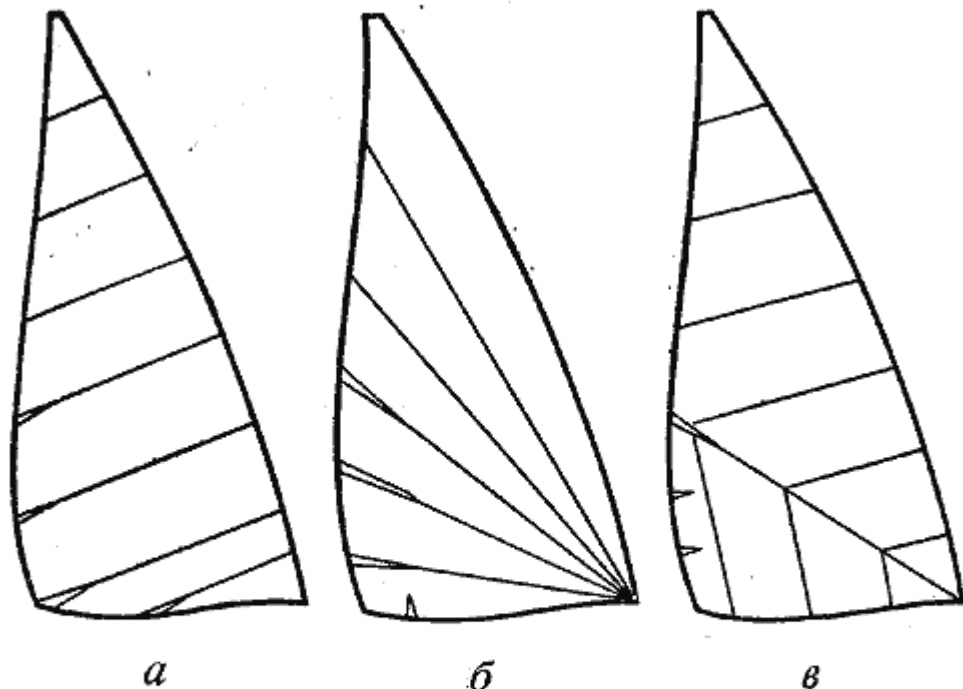

Рис. 7. Закрой по швам. Устойчивость положения наибольшей стрелки профиля паруса обеспечивается сужением полотнищ к передней и нижней шкаторинам:
- четвертый — такое расположение полотнищ относительно шкаторин, при котором «пузо» образуется при вытягивании ткани по косой нитке (см. рис. 7 б и в).
Закрой по полотнищам особенно эффективен при раскрое грота с горизонтальным расположением полотниц, так как ткань подходит к передней шкаторине под удобным углом. Именно по этой причине паруса, выкроенные подобным образом, обычно имеют шов, идущий точно в галсовый угол — именно здесь закрой максимально важен для придания нужной формы. При ином расположении полотниц для образования полноты в нужном месте применяют вытачки (рис. 7), однако тогда в месте окончания вытачек могут появиться небольшие